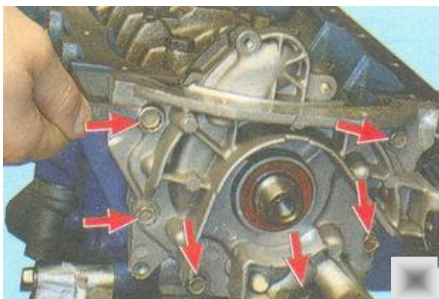

Рис. 1.15. Масляный насос
26. Выворачиваем шесть болтов крепления масляного насоса и снимаем его (рис. 1.15).